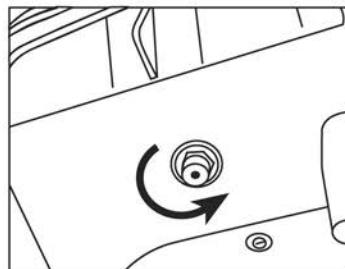

Fig. 17
Sganciare il corpo macchina (1) dal serbatoio di recupero (2) Riempire la caldaia con il liquido disincrostante diluito in acqua al 20% (0,2 litri di prodotto in 1 litro d'acqua). Lasciare agire, a macchina spenta, per almeno 10 minuti. Posizionare un recipiente di raccolta sotto il corpo della macchina. Svitare il tappo di scarico (**Fig.17**) e far fuoriuscire l'acqua+disincrostante.